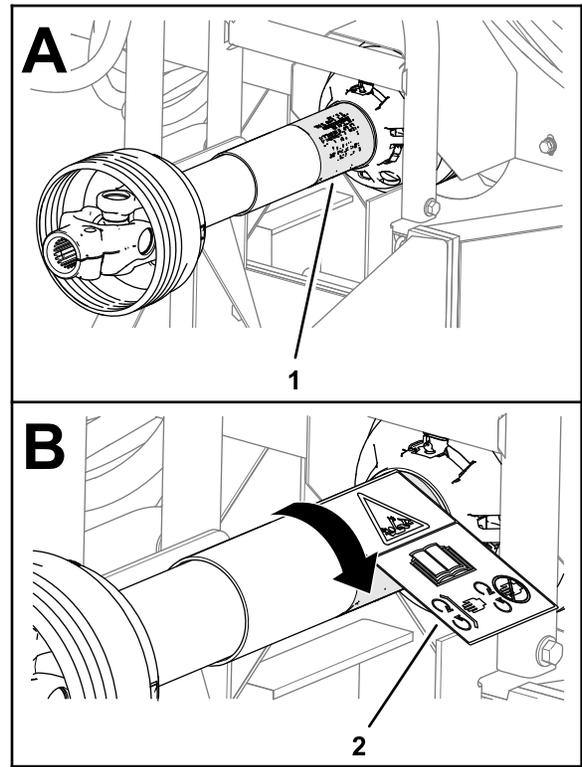

Рисунок 3
1. Поверните кожух вала, чтобы получить доступ к имеющейся наклейке с предупреждением об опасности затягивания (Рисунок 3).
4. Наклейте наклейку с предупреждением об опасности затягивания по стандарту ЕС поверх существующей наклейки, предупреждающей об опасности затягивания (Рисунок 3).